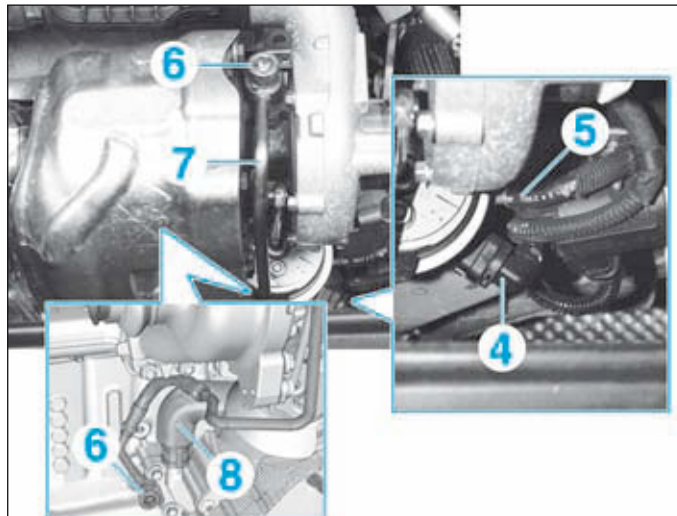

FIG.70
- Débrancher le connecteur (4) (Fig.70).
- Débrancher la canalisation à dépression (5).
- Déposer les raccords (6) et la canalisation de lubrification (7).
- Débrancher la canalisation de retour d'huile (8).